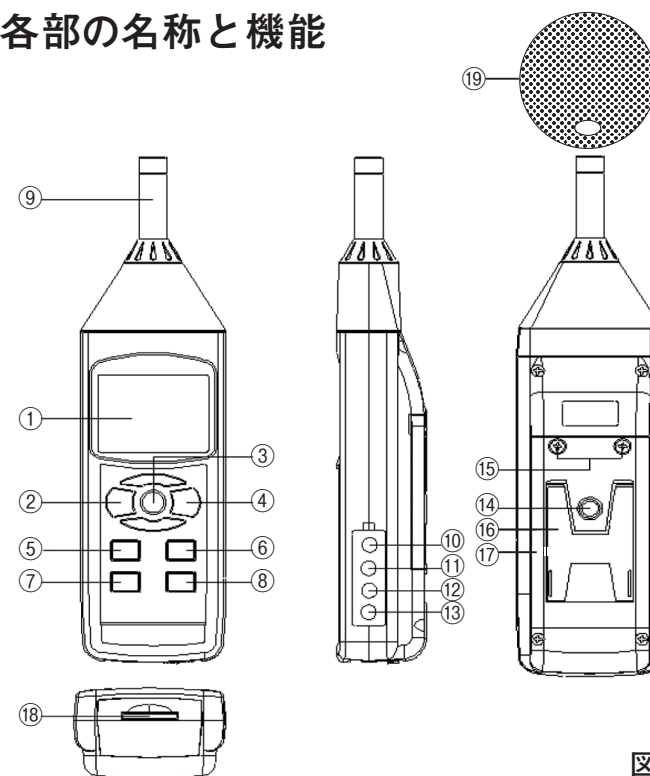

図1
まず初めに、データロガー等の機能を有効にするために、現在時刻の設定等を行う必要があります。POWER(電源)ボタン(②、図1)を押して、本器の電源を入れます。また、このボタンを2秒以上長押しすると、電源が切れます。
電源を入れた状態でSETボタン(⑦、図1)を2秒以上長押しすると「SEt dAtE」と表示部(①、図1)に表示され、「初期設定」モードに入ります。そしてNEXTボタン(③、図1)を一回ずつ押す毎に下記の6つの設定画面に切り替わります。
備考:「初期設定」機能を実行中にESCボタン(②、図1)を押すと、「初期設定」機能が終了し、通常測定画面に戻ります。
(1) ENTERボタン(④、図1)を1度押します。▲ボタン(⑤、図1)または▼ボタン(⑥、図1)を押して、値を調整してください。希望する値を設定し、ENTERボタン(④、図1)を一度押すと、次の値の調整に移ります。最初に年(yy)の値を設定し、次に月(mm)の値を設定し、さらに日(dd)、時間(h)、分(m)、秒(s)へと移行します。
(2) 最後に、ENTERボタン(④、図1)を一回押します。
(1) ▲ボタン(⑤、図1)または▼ボタン(⑥、図1)を使用して上段に表示されるテキストを「bASIC」または「Euro」に設定します。
(2) 最後に、ENTERボタン(④、図1)を押します。
(1) ▲ボタン(⑤、図1)または▼ボタン(⑥、図1)を使用して上段に表示されるテキストを「yES」または「no」に設定します。
- (1) ▲ボタン(⑤、図1)または▼ボタン(⑥、図1)を使用して上段に表示されるテキストを「yES」または「no」に設定します。
- (2) 最後に、ENTERボタン(④、図1)を押します。
- (1) ▲ボタン(⑤、図1)または▼ボタン(⑥、図1)を使用して下記のいずれかの値に設定します。
- (2) 最後に、ENTERボタン(④、図1)を一度押します。
- (1) ▲ボタン(⑤、図1)または▼ボタン(⑥、図1)を押して、上段に表示されるテキストを「yES」または「no」に設定してください。
- (2) 上の値を「yES」に設定し、ENTERボタン(④、図1)をもう一度押すと、画面には「yES Ent」というテキストが表示されるので、本当にSDカードのフォーマットを実行する場合はもう一度ENTERボタン(④、図1)を押し、確定してください。SDカードのフォーマットが行われ、SDカードに保存されている既存のデータが消去されます。上の値を「no」に設定し、ENTERボタン(④、図1)を押した場合SDカードはフォーマットされません。
- (1) POWER(電源)ボタン(②、図1)を押すと、本器の電源が入ります。メーターの初期表示は、「オートレンジ」、「周波数補正:A特性」、「動特性:FAST」に設定されます。LCDには、「AUTO」、「A」、「FAST」が表示されます。
- (2) A/Cボタン(⑥、図1)を押すことで、周波数補正「A」及び「C」を選択できます。
- (3) 測定レンジを切り替えるには、Rangeボタン(⑤、図1)を押してください。電源を投入した後のレンジの初期設定は「オートレンジ」になっています。同時に、表示部(①、図1)の右下部に「AUTO」の文字が表示されます。オートレンジの設定中、Rangeボタン(⑤、図1)を押すごとに、マニュアルレンジ(レンジ1、レンジ2、レンジ3)とオートレンジの順で切り換わります。3つのマニュアルレンジは以下の通りです。
表示部(①、図1)には「30-80」と表示されます。
表示部(①、図1)には「50-100」と表示されます。
表示部 (①、図1)には「80-130」と表示されます。
- (4) 様々な音源の音を測定する際には、動特性を切り替える為にFast/Slowボタン (⑦、図1) を押します。
- 動特性「Fast」の設定を選択すると、表示部 (①、図1)に「Fast」が表示されます。動特性「Slow」の設定を選択すると、表示部 (①、図1)に「Slow」が表示されます。
測定中、HOLDボタン (③、図1)を一度押すと、表示部 (①、図1)に「HOLD」記号が表示され、測定値が保持されます。HOLDボタン (③、図1)をもう一度押すと、表示部 (①、図1)の「HOLD」表示が消灯しホールド機能が解除されます。
- (1) 本器は、最大と最小の読取値を記録することができます。RECボタン (④、図1)を押すと、データのメモリを開始し、画面に「REC」記号が表示されます。
- (2) 表示部 (①、図1)に「REC」記号が表示された状態で
- RECボタン (④、図1)を押すと、「REC MAX」記号が最大値と共に表示部 (①、図1)に表示されます。最大値を削除する場合は、HOLDボタン (③、図1)を押すと、表示部 (①、図1)に「REC」記号のみが表示され、メモリを継続します。
- RECボタン (④、図1)をもう一度押すと、「REC MIN」記号が最小値と共に表示部 (①、図1)に表示されます。最小値を削除する場合は、HOLDボタン (③、図1)を押すと、表示部 (①、図1)に「REC」記号のみが表示され、メモリを継続します。
- メモリ機能を終了するには、RECボタン (④、図1)を2秒以上押してください。表示部 (①、図1)は通常の測定画面に戻ります。
電源を入れた際に、バックライトが自動的に点灯します。測定中に※ボタン (バックライトボタン) (②、図1)を押すと、バックライトは消灯します。もう一度押すと、バックライトが再び点灯します。
SDカード (1~16 GB、オプション)をSDカードソケット (⑱、図1)に挿入してください。SDカードの前面を下側に向けてください。